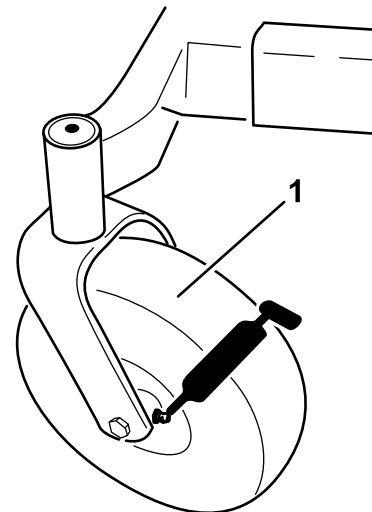

Figura 42
3. Pulite i raccordi d'ingrassaggio (Figura 42 e Figura 40) con un cencio, e togliete eventuali tracce di vernice davanti ai raccordi.
4. Collegate un ingrassatore a pressione a ciascun ingrassatore (Figura 40 e Figura 42). Pompate del grasso nel raccordo finché non inizia a fuoriuscire dai cuscinetti.